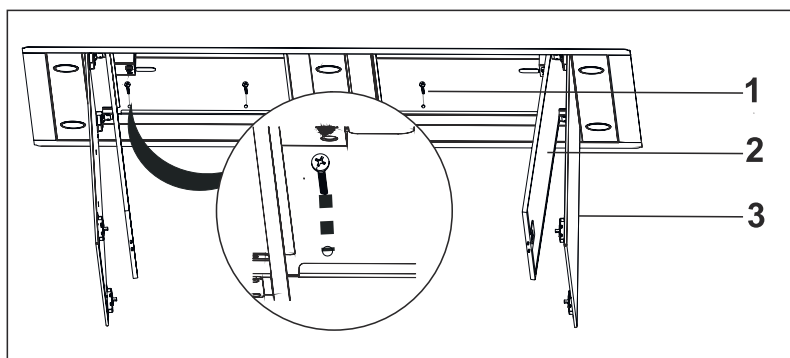

Fig. 9
5. ► Efter att fläkten har lyfts upp och är helt i nivå med taket ska den slutligen skruvas fast i spärren/läkten med 5,5X60 skruvar (Fig. 9).